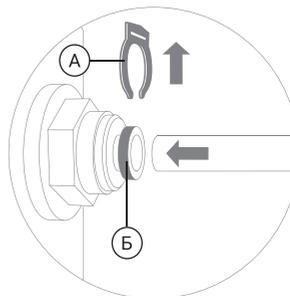

Рис. 4
1. Отсоедините стопорную клипсу (А) (рис. 4), затем вставьте трубку до упора в фитинг, продев ее через цанговое кольцо (Б) (рис. 4). Для герметизации соединения приложите дополнительное усилие, при этом трубка утопится еще примерно на 3 мм и будет плотно обжата резиновым кольцом.
2. Установите стопорную клипсу (А) (рис. 4) на место. Потяните трубку обратно для проверки надежности соединения.